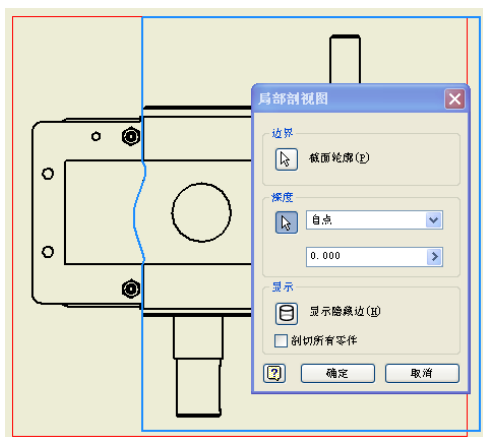
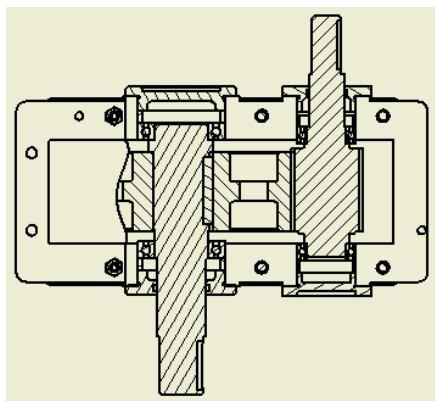

图 12-66 创建局部剖视图示意图
图 12-67 局部剖切视图
④完成草图,单击【放置视图】标签栏【创建】面板上的【局部剖视图】工具按钮,选择俯视图,打开【局部剖视图】对话框,绘制的草图图形自动被选择为界面轮廓,将深度类型选择为【自点】,起始点和剖切深度的选择如图 12-66 所示,单击【确定】按钮完成局部剖切,此时的俯视图如图 12-67 所示。